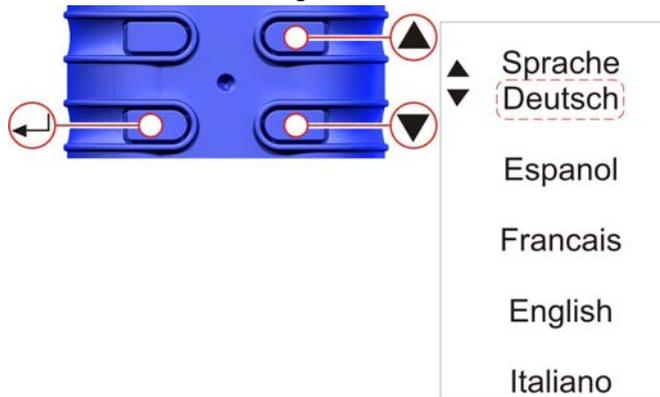

Abbildung 16 Sprache einstellen
B. SPRACHE EINSTELLEN (Abb. 16)